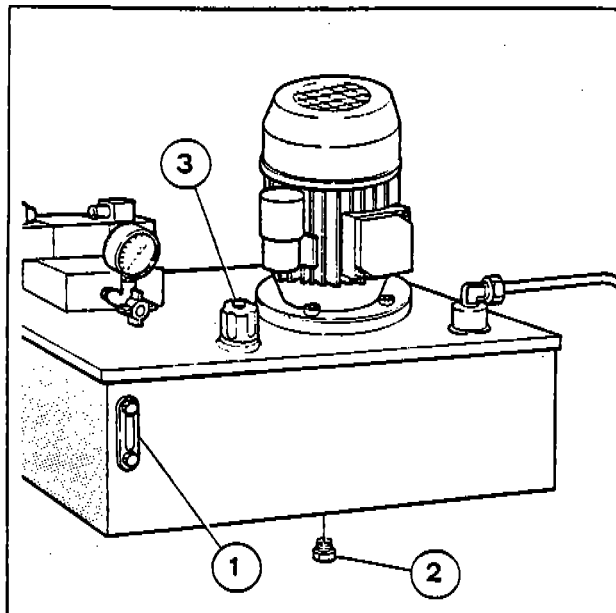

Fig. 39
g) Controllare il livello olio nella centralina tramite l'apposita spia di livello (1-Fig. 39).
b) Controllare il livello olio centralina tramite la spia di livello (1-Fig. 39). Se necessario, immettere olio dello stesso tipo (vedi Tabella Lubrificanti).